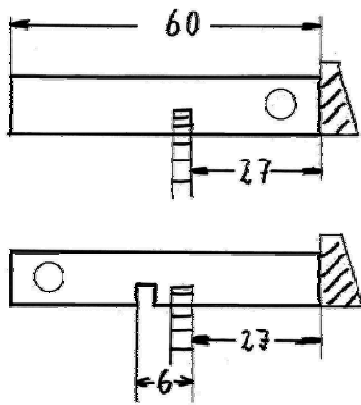

Abb. 15: Sägen auf Umschlag,
4. 7-mm-Nut fräsen auf Umschlag: Zur Erläuterung des Begriffs "Umschlag" siehe Abb. 15. Das Werkstück wird einmal rechts und einmal links angelegt. Die Reihenfolge ist: Probestück, Teil 1, Teil 2. Der gleiche Zyklus wiederholt sich unter vorsichtiger Reduzierung des Einstellmaßes, bis die Nutbreite (in unserem Fall 7 mm) erreicht ist. Hierbei ist zu beachten, daß eine Reduzierung des Einstellmaßes um zum Beispiel 0,1 mm eine Verbreiterung der Nut um 0,2 mm zur Folge hat.